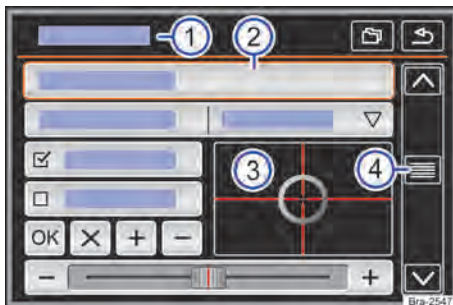

Fig. 111 Representação esquemática: vista geral das possíveis superfícies de função no display.
O aparelho está equipado com um touchscreen (tela de toque) → Fig. 111 (3).
As superfícies de função iniciam funções ou abrem outros submenus. Em submenus é indicado, na linha do título, o menu atualmente selecionado → Fig. 111 (1).